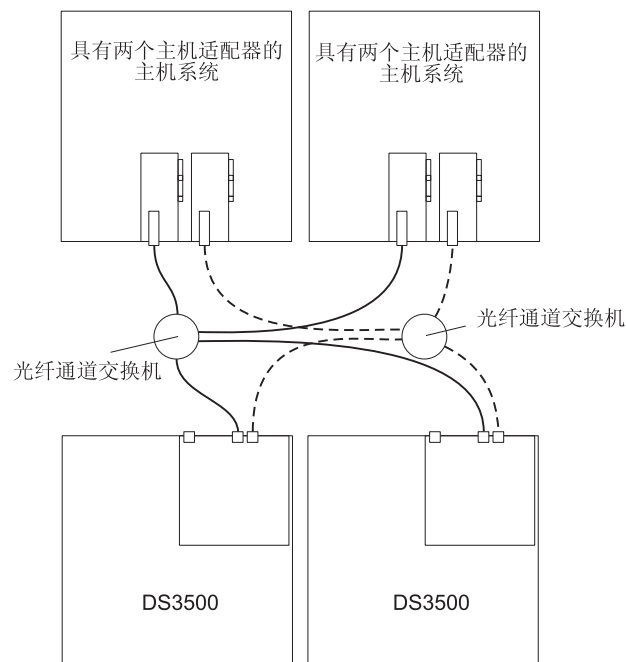

图 63. 双光纤通道 SAN 环境中两个存储子系统的示例
- 双 SAN 光纤网配置中的两个存储子系统，如第 66 页的图 63 中所示
在图 63 中，光纤通道交换机并未连接在一起。每个交换机形成自己的 SAN 光纤网。